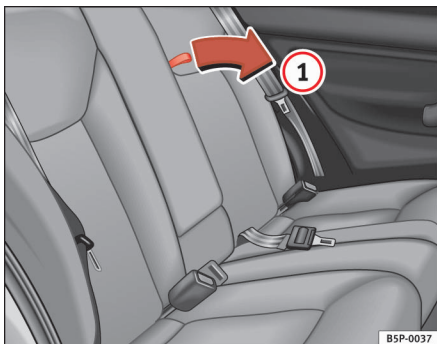
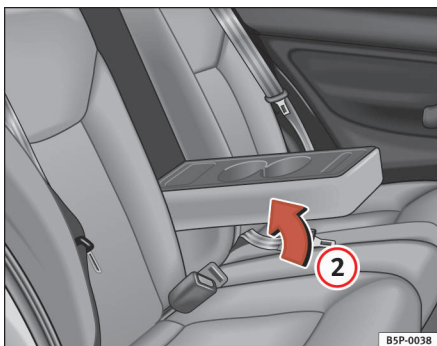

Fig. 110 Sådan åbnes drikkevareholderen bagi
Fig. 111 Drikkevareholder bagi, armlæn
- Træk stroppen i pilens retning for at åbne armlænet ⇒ fig. 110
①.
- Løft drikkevareholderen\*/armlænet\* i pilens retning ⇒ fig. 111
② for at lukke det.